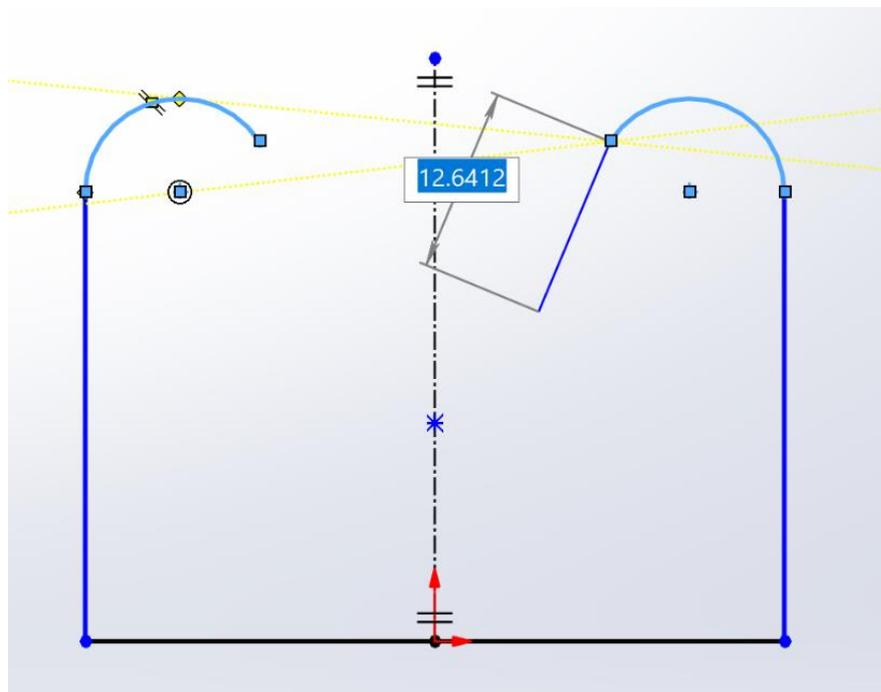

Рисунок 6.9 – Побудова симетричного ескізу
3. Після активації цієї функції, будь-які елементи, що користувач малює або редагує в одній половині ескізу, автоматично відображаються у протилежній половині (рис. 6.9).